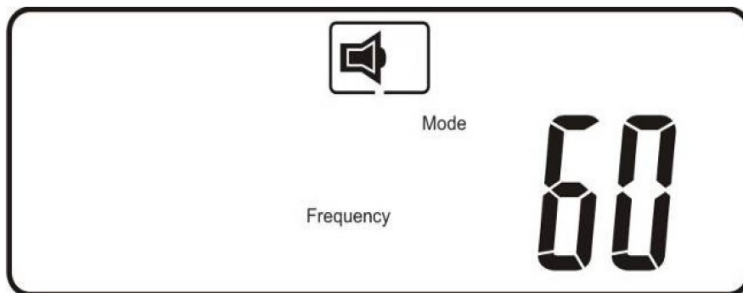

Рис. V4 Режим "CVCF 60"
- рис. V4 – режим преобразования частоты. Фиксированная частота 60 Гц